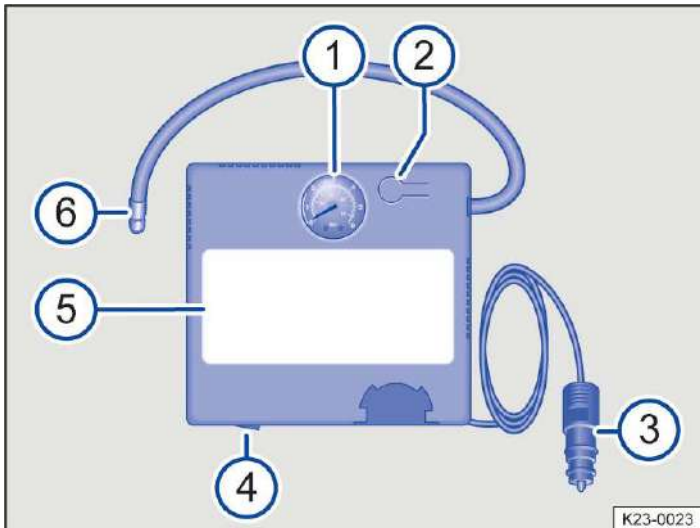

Abb. 4 Kompressor des Pannensets (Prinzipdarstellung).
1. Reifenfüllschlauch → Abb. 4 (6) des Kompressors fest auf das Reifenventil schrauben.
3. 12-Volt-Kabelstecker → Abb. 4 (3) in eine 12-Volt-Steckdose im Fahrzeug stecken (→ Steckdosen).
4. Kompressor mit dem EIN- und AUS-Schalter → Abb. 4 (4) einschalten.
2. Reifenfüllschlauch → Abb. 2 (2) oder → Abb. 4 (6) wieder anschließen und den Reifendruck an der Reifendruckanzeige → Abb. 2 (4) oder → Abb. 4 (1) ablesen.